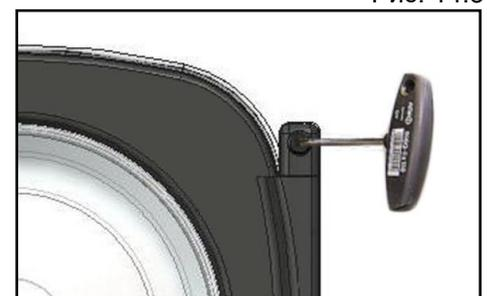

Рис. 14.4
- Вывинтите винты крепления двери (Рис. 14.4).